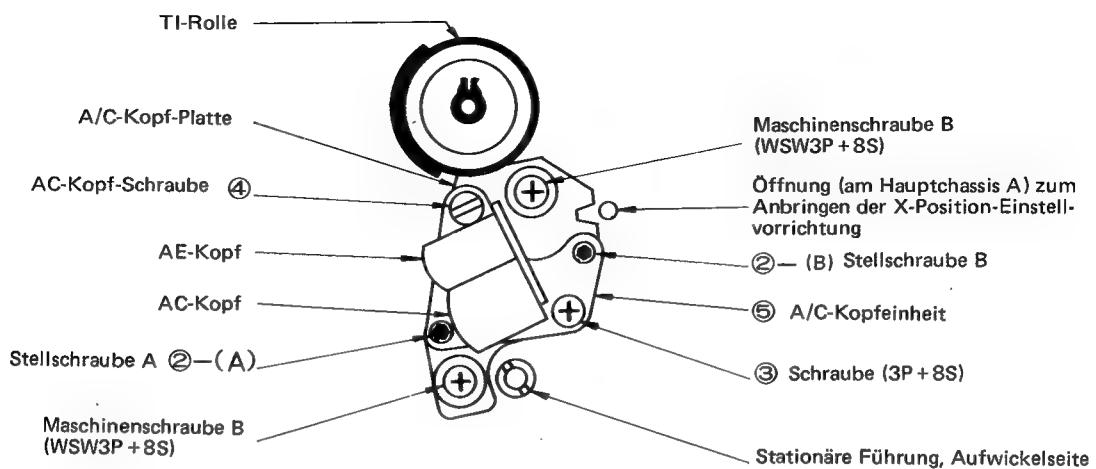
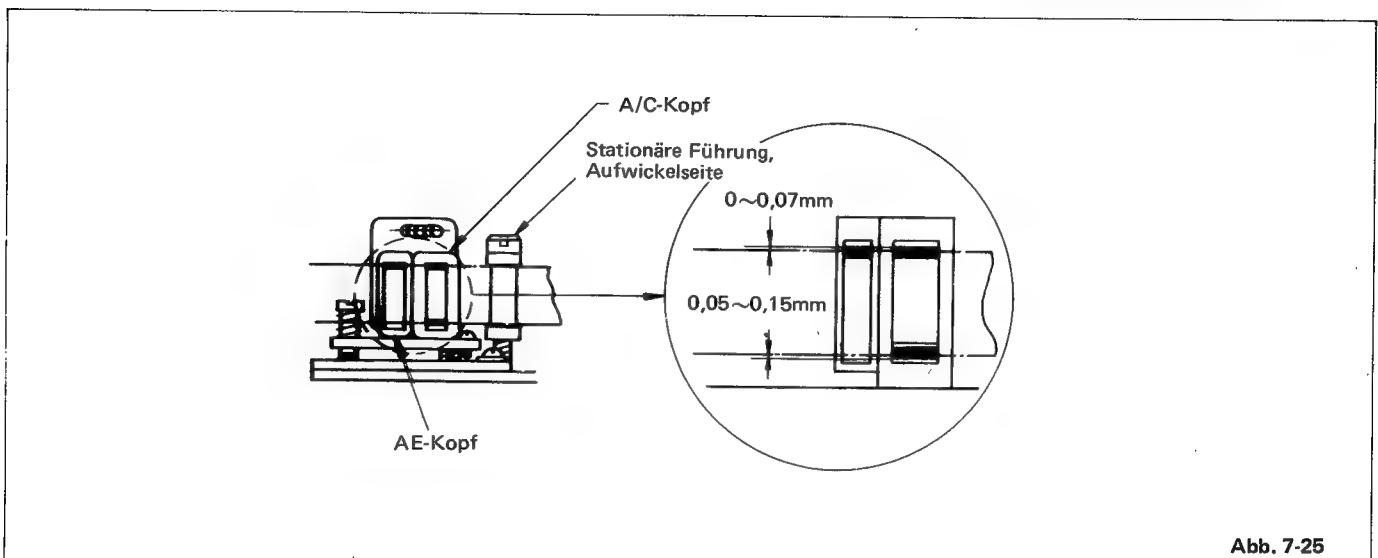

Abb. 7-23
Abb. 7-25
- 3) Überprüfen, ob der A/C-Kopf die in Abb. 7-25 dargestellte Höhe und Neigung zum Band aufweist.
- Falls unnormales Verhalten beim Bandlaufbetrieb erkennbar ist, führt man die folgenden Einstellungen mit Bezug auf Abb. 7-23 und 7-25 durch.
- 4) Wenn eine Einstellung erforderlich ist, führt man diese mit Hilfe der Stellschrauben (2)A und (2)B durch. Die Schrauben vorsichtig verstehen.
- 5) Wie aus Abb. 7-25 ersichtlich, sollte die Höhe des A/C-Kopfes mit Bezug auf das Band eingestellt werden.
- 7) Die Spurlagenregler in die vorgegebene Stellung bringen, beide Maschinenschrauben B (WSW3P+8S) wie in Abb. 7-23 gezeigt lösen, die X-Positions-Einstellvorrichtung in der dafür vorgesehenen Öffnung anbringen und den AC-Kopf positionsmäßig so einstellen, daß die maximale Hüllkurve erzielt wird.